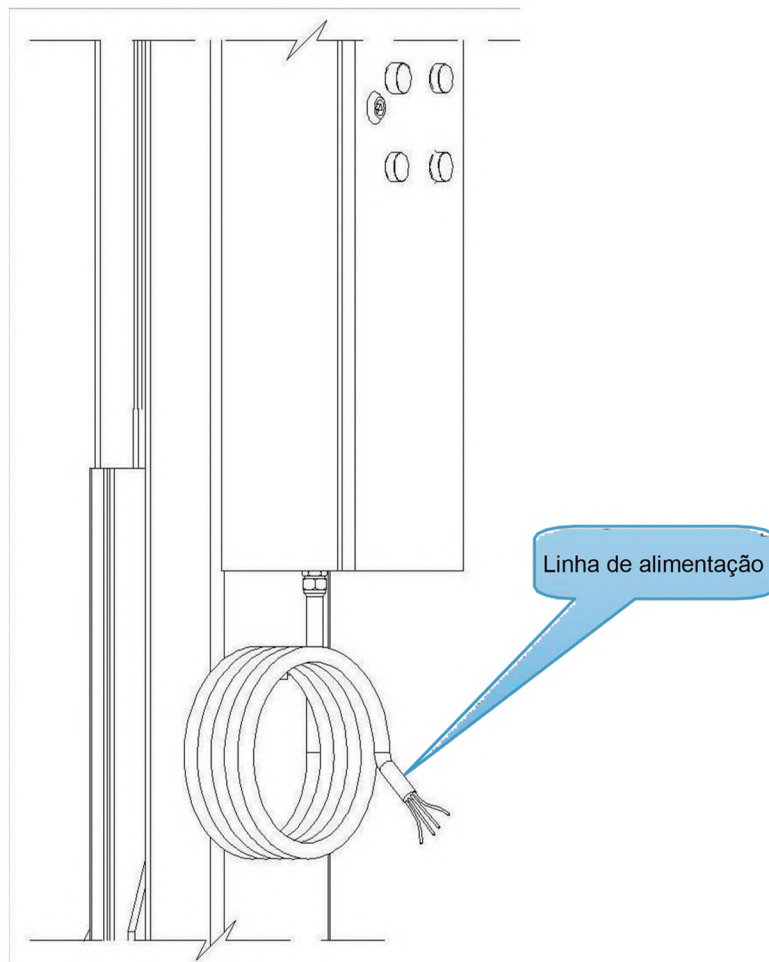

Figura 41
7.4 Conexão do circuito elétrico: (Figura 41)